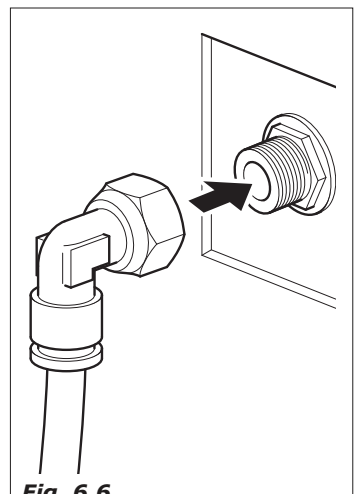

Fig. 6.6
- Le raccord prévu est de 3/8 gas (figure 6.6).